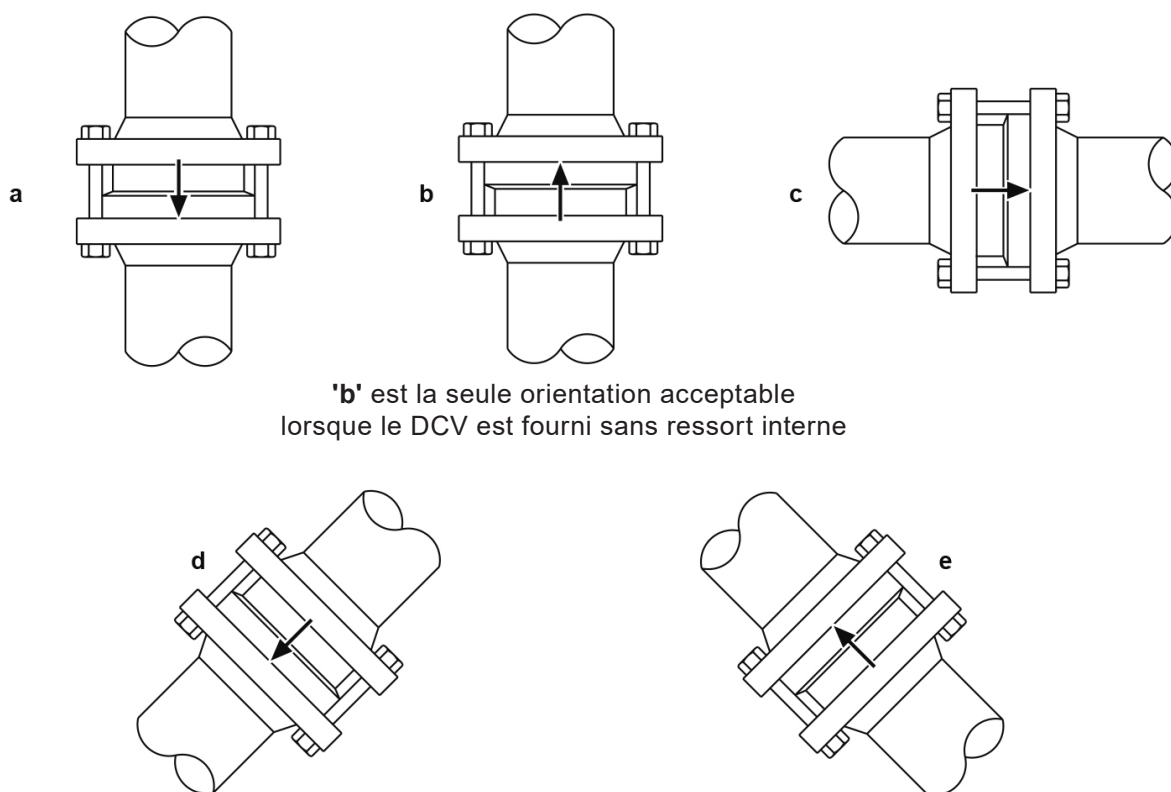

Fig. 2
3.5 Les clapets de retenue sont simplement installés entre deux brides (voir Figure 2). Des joints standards sont utilisés sur chaque face du clapet avec de plus longues vis ou goujons. **Nota :** les brides, vis (ou goujons), écrous et joints sont fournis par l'installateur. Les vis de brides doivent être serrées normalement, c'est-à-dire toujours en opposition.